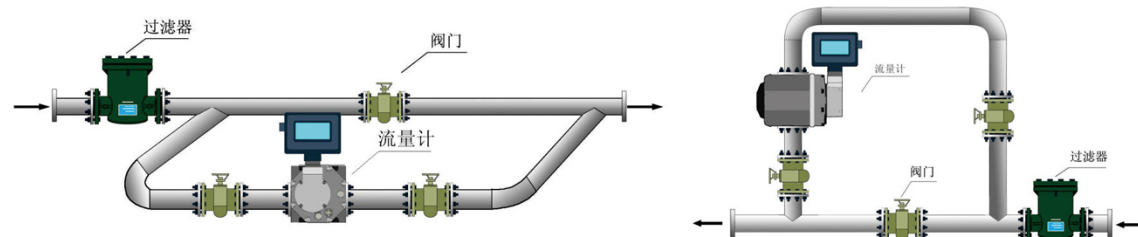
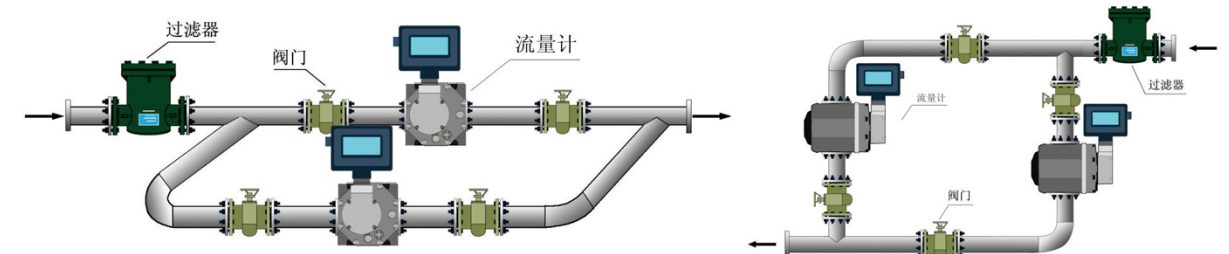

图6 单路流量计水平、垂直安装图
图7 双路流量计水平、垂直安装图
- ◎ 流量计安装时应设置前后阀门和旁通管路，以保证维修保养时不影响供气。图6、图7分别为流量计安装时的典型管路图，供用户参考，同时厂家建议应尽量采用双流量计的安装方式。